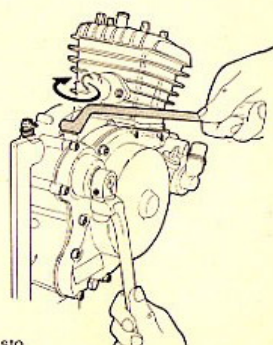

FIG. 49 Montaggio vite arresto
- 24) Montare una nuova guarnizione del coperchio, quindi il coperchio frizione (previo controllo del foro di drenaggio liquido) e le viti di unione bloccandolo con $1 \div 1,2 \text{ kgm}$. Innestando la leva messa in moto sul suo albero ruotarlo in senso antiorario di circa 180° e montare la vite di arresto bloccandola con $2,9 \div 3 \text{ kgm}$ (fig. 49).